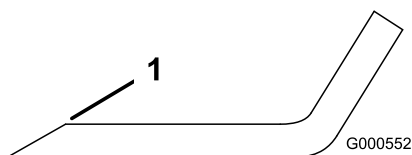

Figura 83
1. Affilate i taglienti da entrambe le estremità della lama con una lima (Figura 83).
Nota: Se la lama non è bilanciata, limate del metallo soltanto dalla costa (Figura 83).